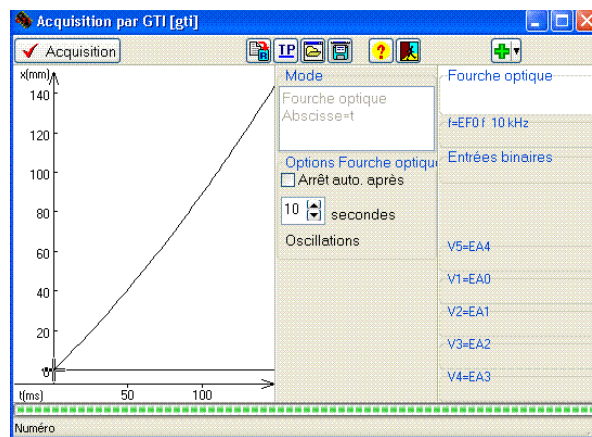

FIGURE 3 – Exemple du fenêtre GTI après la fin d'une acquisition (mouvement uniformément accéléré)
**Acquisition** Pour commencer une acquisition (par exemple, après avoir démarré la soufflerie et lâché le mobile), cliquez sur le bouton Acquisition (ou appuyez sur la barre d'espace); cliquez sur le bouton Stop pour terminer l'acquisition; la courbe des données  $x = f(t)$  s'affiche ensuite, voir la fig. 3. Alternativement, avec l'option «arrêt automatique après .. s»